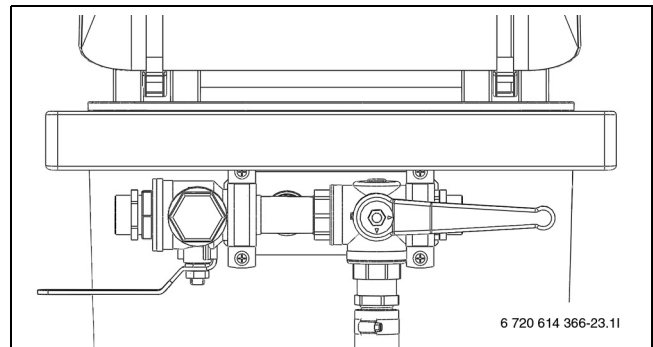

Bild 23 Befüllstation in Befüllposition
- Ventile der Befüllstation auf die Befüllposition stellen und Kreis mit Sole befüllen (→ Bild 23).